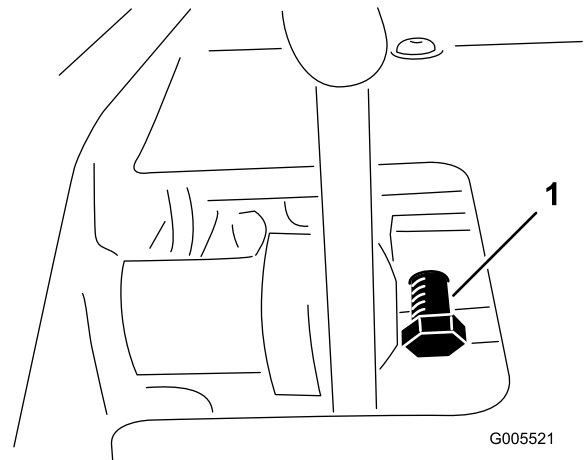

Figura 54
1. Liberte a porca de aperto do parafuso do bloqueio do pedal (Figura 54).